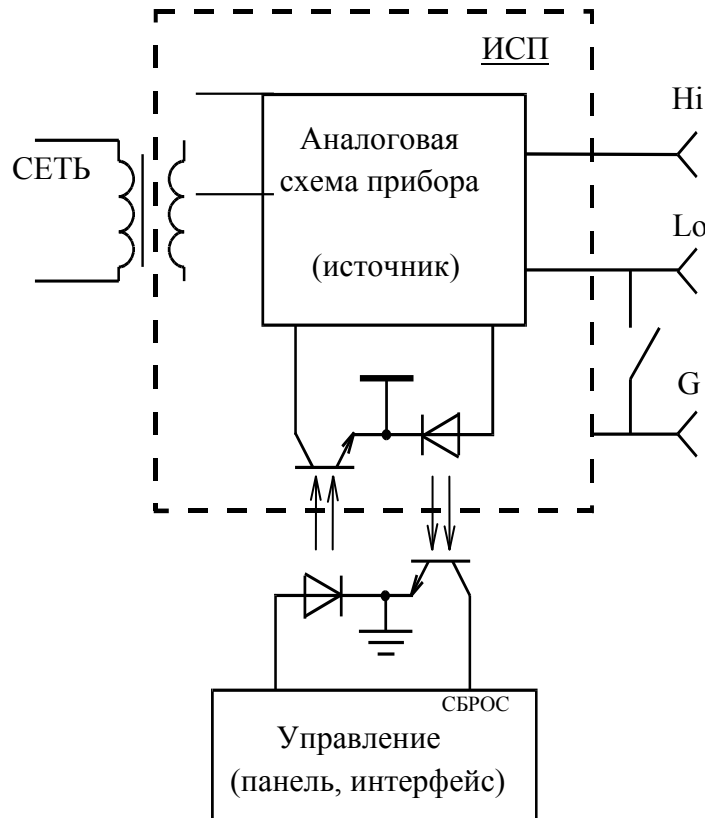

Рисунок 5.1 – Экранирование исполнительной секции прибора от управляющей
5.1.1 В основу построения базового прибора Н4-17 положен принцип функционального и конструктивного разделения прибора на функциональную (исполнительную) и управляющую секции (ИСП и УСП соответственно). Конструктивное разделение обусловлено необходимостью реализации «плавающих» (изолированных от корпуса) входных и выходных клемм прибора, что обеспечивает его работу с приборами и устройствами, один из входов (выходов) которых, независимо от полярности, гальванически связан с корпусом изделия. Функциональное разделение носит подчиненную роль и имеет целью сохранение степени конструктивной развязки между ИСП и УСП, т.к. последняя управляется (через интерфейс) от устройств с заземленными сигналами, не нарушая изолированности входных-выходных клемм ИСП (рисунок 5.1).